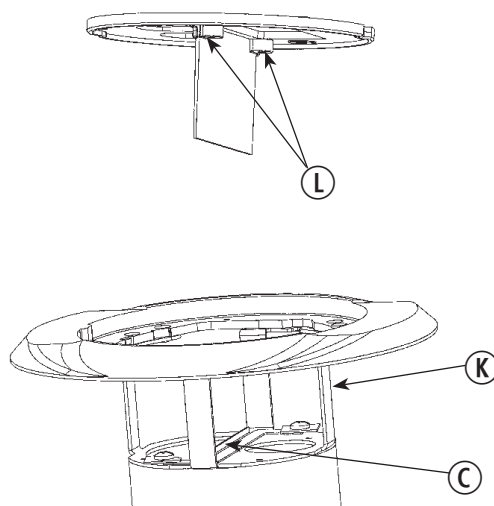

Fig. 3
- If sub-plate (B) requires installing GFCI, Surge or other receptacles with a mounting offset, use spacers provided (E) and attach receptacle.
- If sub-plate (B) contains Keystone data ports, always use blank modules provided (D) if ports are not being used.
- If sub-plate (B) is provided with power/data divider (H), make sure it has been installed in accordance with Hubbell SystemOne instructions.
- If sub-plate (B) contains duplex mountings, mount each duplex receptacle from underside of sub-plate using (2) #6-32 screws provided. Apply a thin film of silicone or RTV to screw threads before installing. Torque to 10-15 in-lbs.
- If sub-plate (B) with attached power/data divider is being installed in S1PTAVFIT poke-through (K) per Figure 3:
- If divider is installed with studs (L) on the power side, divider extension (C) is required. Ensure wires do not contact edges of extension. Otherwise divider extension (C) may be removed if desired as follows: Loosen both retaining screws ½ turn. Remove the divider extension by rotating it counterclockwise. After removal, retighten retaining screws to 10-15 in-lbs.
5. Align cutout in sub-plate (B) with notch in flange (F), and drop in place.
- Lorsqu'il faut fixer à la sous-plaque (B) un DDFIT, un dispositif de protection contre les surtensions transitoires ou une autre prise aux bords décentrés, utiliser les cales (E) fournies pour monter la prise.
- Lorsque la sous-plaque (B) comprend des ports de données Keystone, toujours utiliser les dispositifs d'obturation (D) fournis pour condamner les ports non utilisés.
- Lorsque la sous-plaque (B) comprend un séparateur (H) pour l'énergie et les données, s'assurer qu'il est installé conformément aux directives du SystemOne de Hubbell.
- Lorsque la sous-plaque (B) comprend des dispositifs doubles, monter chaque prise double à partir de l'intérieur de la sous-plaque avec les deux (2) vis n° 6-32 fournies. Appliquer une mince pellicule de silicone ou de RTV sur les filets des vis avant de fixer. Serrer à un couple de 1,13 à 1,74 N•m.
- Lorsque la sous-plaque (B) munie d'un séparateur pour l'énergie et les données est montée dans une traversée de plancher S1PTAVFIT (K) comme à la Figure 3 :
- Lorsque le séparateur est fixé à l'aide de goujons (L) du côté énergie, une rallonge (C) de séparateur est requise. S'assurer que les fils ne touchent pas aux bords de la rallonge. La rallonge (C) de séparateur peut être retirée au besoin comme suit : Desserrer les deux vis de retenue de 1/2 tour. Retirer la rallonge de séparateur en la faisant tourner dans le sens contraire des aiguilles d'une montre. Après le retrait, serrer à nouveau les vis à un couple de 1,13 à 1,69 N•m.
5. Aligner la découpe dans la sous-plaque (B) avec l'encoche du collet (F) puis insérer.